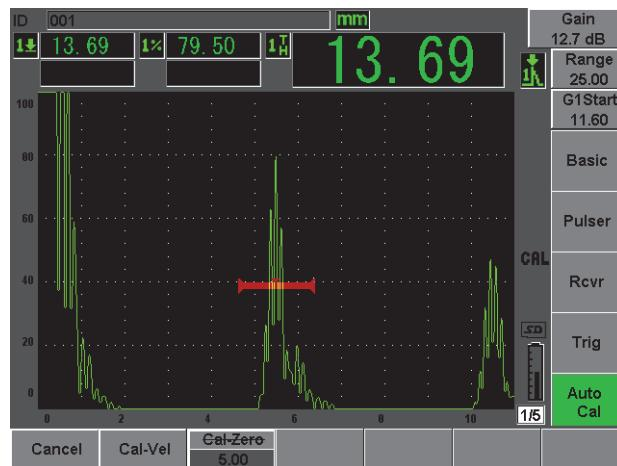

图 2-16 阀门 1 起始
11. 使用 **(AUTO XX%)** (自动 XX%) 键, 使缺陷指示达到 80 % 满屏高 (参见第 46 页的图 2-16)。